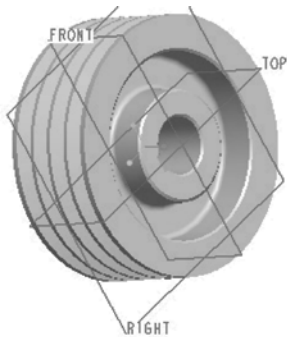

图 12-139 三维实体模型
- (7) 创建半剖视图需要指定有效的剖面、半剖基准平面参照和拾取侧。下面以如图 12-139